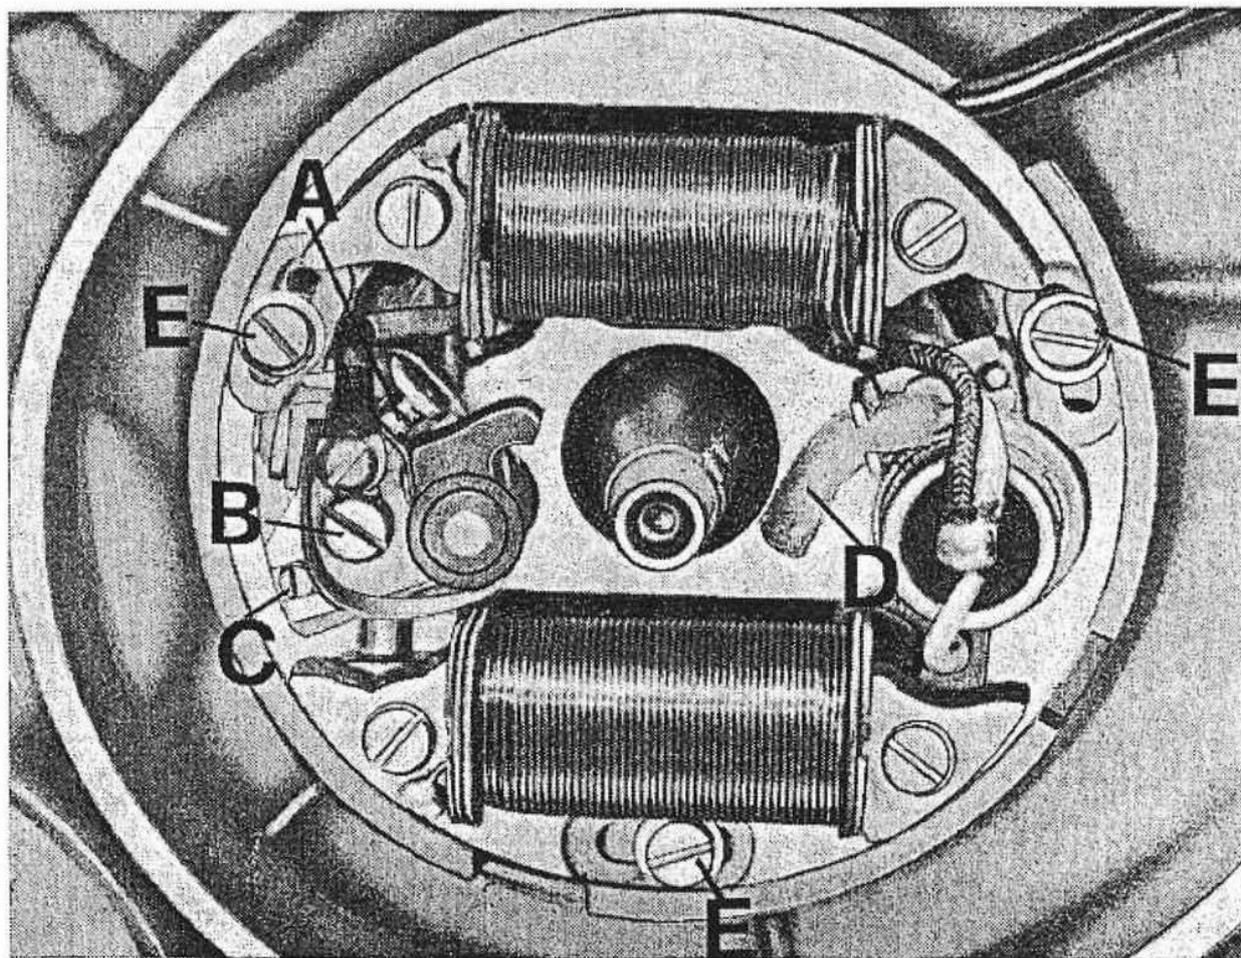

Fig. 19
### Ruttore d'accensione (ved. fig. 19)
**N.B.** - Nella fig. 19 il volano appare smontato; lo smontaggio è stato effettuato al solo scopo di poter mostrare quali sono le parti da lubrificare e registrare; la manutenzione di queste parti viene eseguita attraverso le finestre del volano, ruotandolo opportunamente.
Se i contatti si aprono prima o dopo il punto stabilito, occorre allentare le viti (E) di fig. 19 che bloccano la parte fissa del volano al basamento, indi ruotare quest'ultimo a